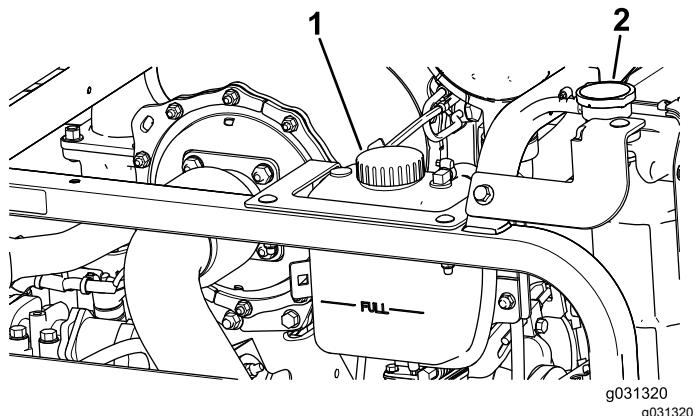

Bild 116
1. Nehmen Sie den Kühlerdeckel und den Deckel des Ausdehnungsgefäßes vorsichtig ab (Bild 116).
2. Prüfen Sie den Kühlmittelstand im Kühler (Bild 116).